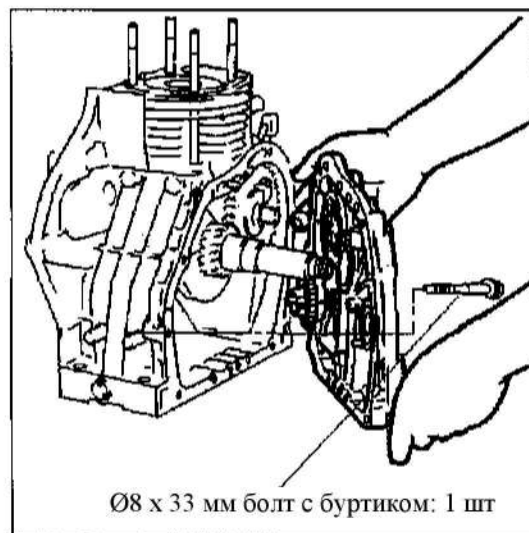

Рис. 53
1. Устанавливая крышку главного подшипника с уже смонтированной на ней шестерней регулятора оборотов, следите, чтобы она вошла в зацепление с зубьями шестерни распредвала. (См. Рис. 53)